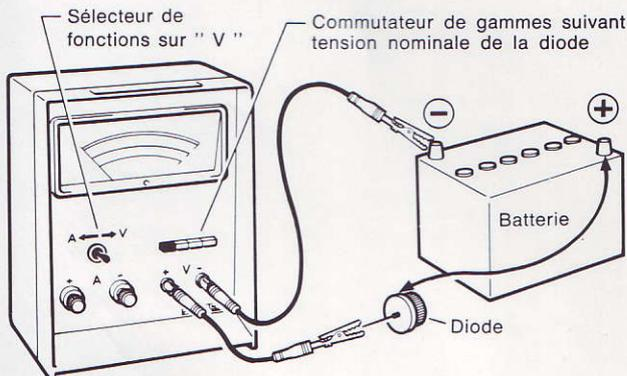

Figure 9
3. Effectuer le branchement comme sur la figure 9, lire le résultat sur le cadran du X 530, puis inverser le branchement et faire une nouvelle lecture.